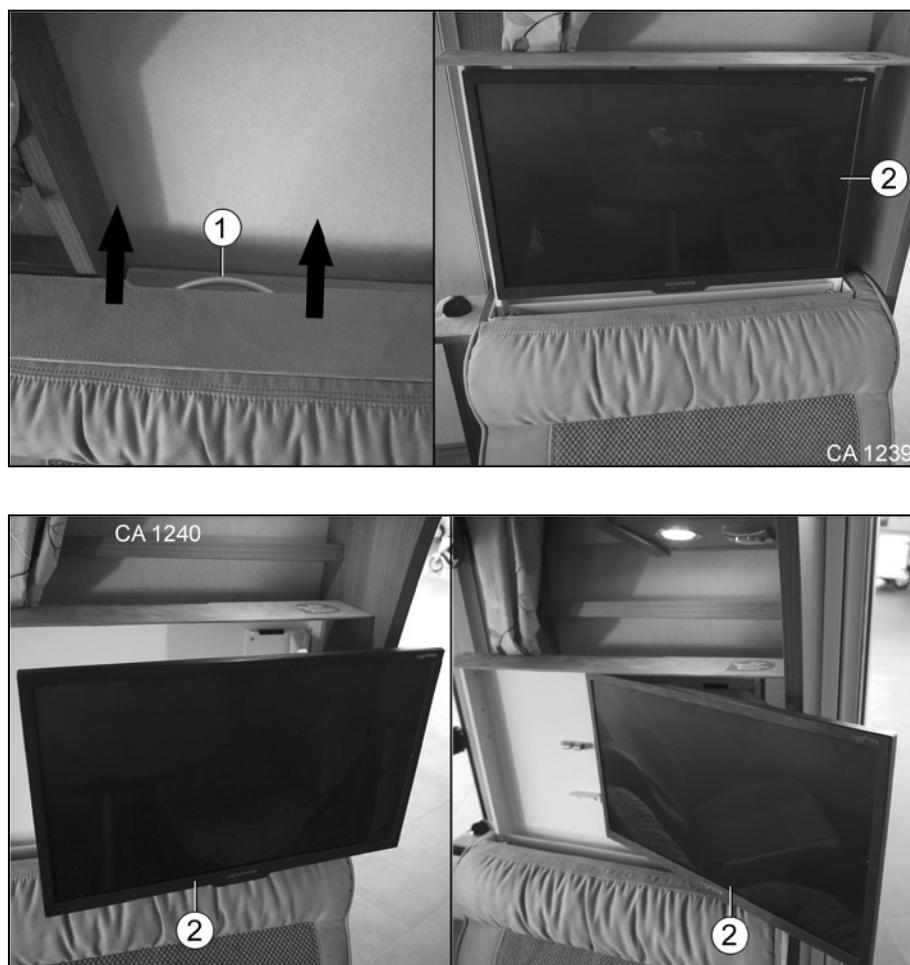

Fig. 156 Système coulissant de l'écran TV au niveau de la banquette latérale
1. Tirer la poignée (Fig. 156/1) dans le sens indiqué.
2. Tirer l'écran TV (Fig. 156/2) hors du support.
3. Pivoter l'écran TV (Fig. 156/2) vers la droite ou vers la gauche.